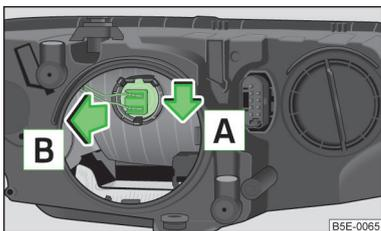

Abb. 175
- › Den Stecker mit der Glühlampe durch das Verschieben nach unten in Pfeilrichtung » Abb. 175 und in Pfeilrichtung herausziehen.